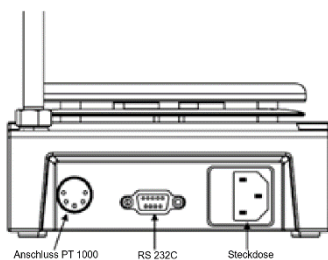

Abbildung 6
- Die Funktionen der Schnittstellenleitungen zwischen Laborgerät und Automatisierungssystem sind aus den spezifizierten Signalen der Norm EIA RS232C, entsprechend DIN66020 Teil 1, ausgewählt. Die Belegung der Buchse kann der Abbildung 6 entnommen werden. Übertragungsart entnommen werden: Asynchrone Signalübertragung im Start-Stopp-Betrieb.